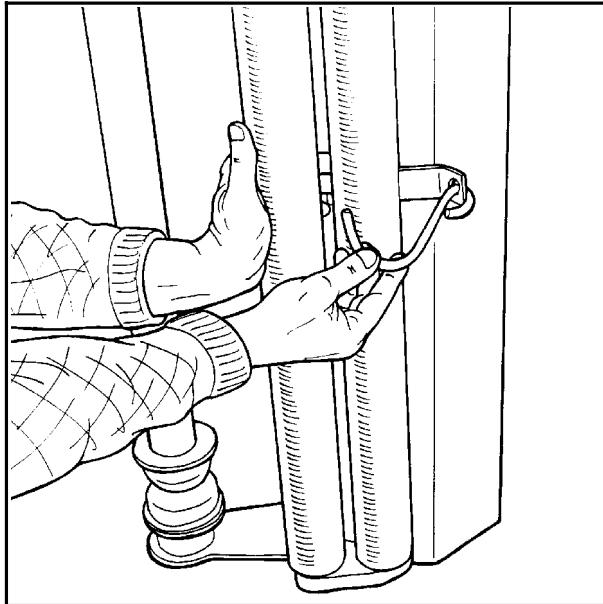

Bild 6-1
**6.1** Zum Einlegen der Folieneinlage die Vorspannrollen zur Seite halten. Die Rollen an der Seite festhalten und den Halter aufsetzen. (Siehe Abb. 6-1).